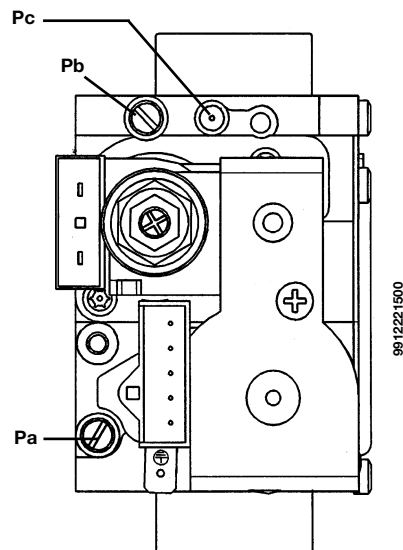

Figura 13
El procedimiento para calibrar el regulador de presión puede variar en función del tipo de válvula de gas instalada (HONEYWELL o SIT; consulte la figura 13).
- Conecte el punto de prueba de presión positivo de un manómetro diferencial (posiblemente accionado por agua) al punto de prueba de presión de la válvula de gas (**Pb**) (Figura 13); conecte (sólo para los modelos de cámara hermética) el punto de prueba de presión negativo del manómetro a una conexión en "**T**" para unir la toma de ajuste de la caldera, la toma de ajuste de la válvula de gas (**Pc**) y el manómetro. (La misma medición puede realizarse conectando el manómetro al punto de prueba de presión (**Pb**) después de extraer el panel frontal de la cámara hermética). Si mide la presión de los quemadores de otra forma, obtendrá un resultado alterado, ya que la baja presión creada en la cámara hermética por el ventilador no se tendrá en cuenta.
- Compruebe que la presión dinámica de alimentación de la caldera, según se ha medido en el punto de prueba de presión de la válvula de gas de admisión (Pa), (Figura 13) es correcta (**37 mbar** para gas propano **G.31**, **20 mbar** para gas natural **G20**).